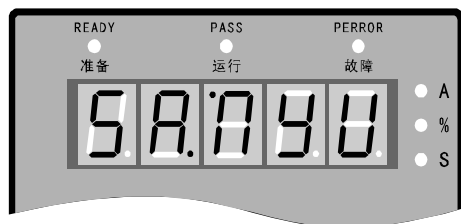

图3-1-1
- ① 核对接线是否正确。特别是输出端子不能连接电源，旁路接触器是否接好，并确认接地端子接地良好。
- ② 确认端子间或各裸露的带电部位没有短路或对地短路情况。
- ③ 投入电源后键盘面板应显示 **S.A.R.U.U.**，或准备状态 **P.E.R.R.Y.**，同时准备指示灯亮。如图3-1-1所示。